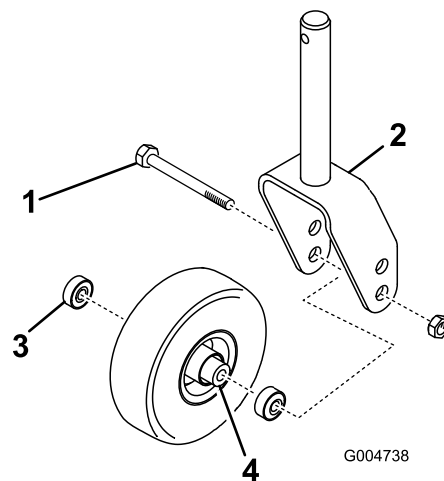
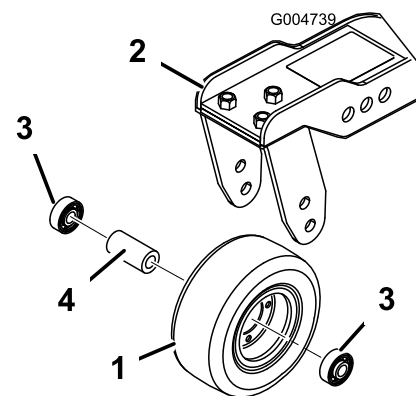

Рисунок 75
Рисунок 76
1. Снимите контргайку с болта, удерживающего узел поворотного колеса между вилкой (Рисунок 75) или рычагом поворотного колеса (Рисунок 76).
3. Извлеките подшипник из ступицы колеса и дайте выпасть проставке подшипника (Рисунок 75 и Рисунок 76).